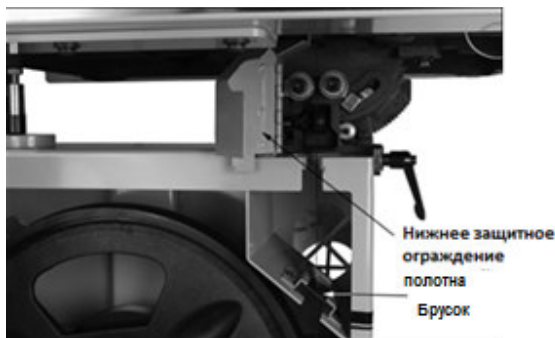

Рис. 23
6. Откройте верхнюю и нижнюю крышки станка, повернув защелки. Откройте нижнее защитное ограждение полотна пилы и удалите брусок (Рис. 23).